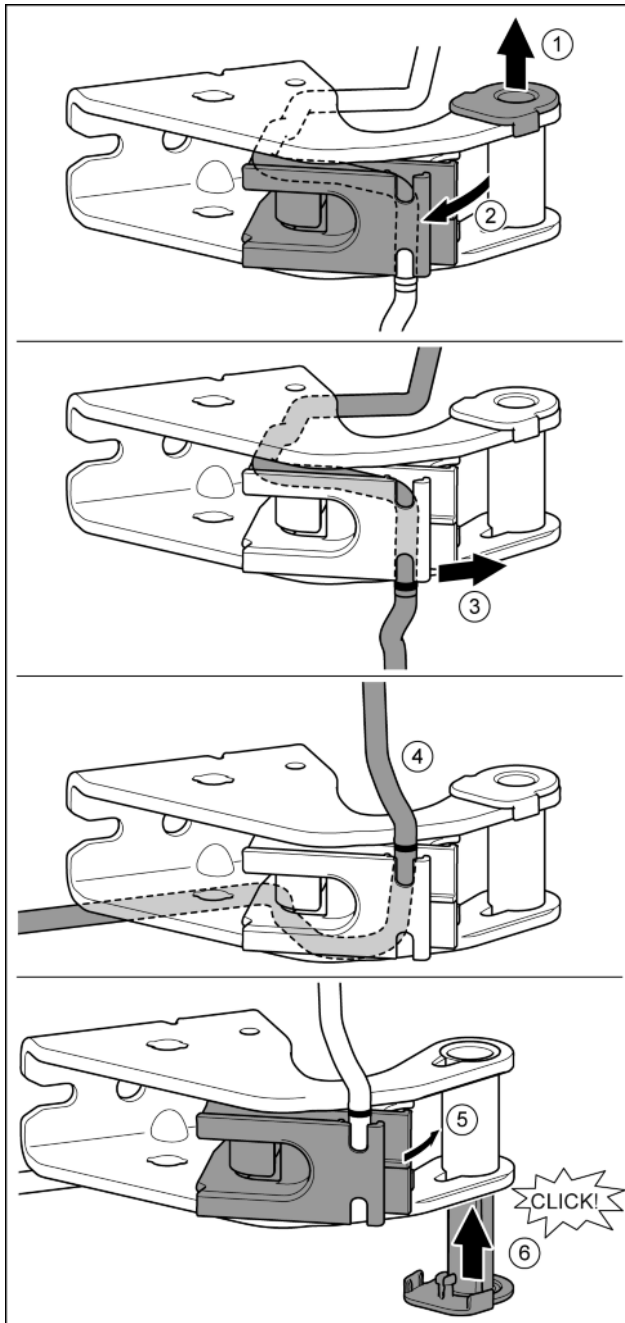

Fig. 24
- ▶ Lagerbuchse aus Führung ziehen. Fig. 24 (1)
- ▶ Kabelhalterung ausschwenken. Fig. 24 (2)
- ▶ Kabel aus der Führung lösen. Fig. 24 (3)
- ▶ Kabel spiegelverkehrt einsetzen. Fig. 24 (4)
- ▶ Kabelhalterung einschwenken. Fig. 24 (5)
- ▶ Lagerbuchse von der anderen Seite einsetzen und einrasten. Fig. 24 (6)